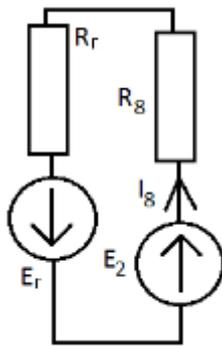

Рис. 149
1.5.4. Зная сопротивление генератора и его эквивалентную ЭДС, определяем неизвестный ток (рис. 149).